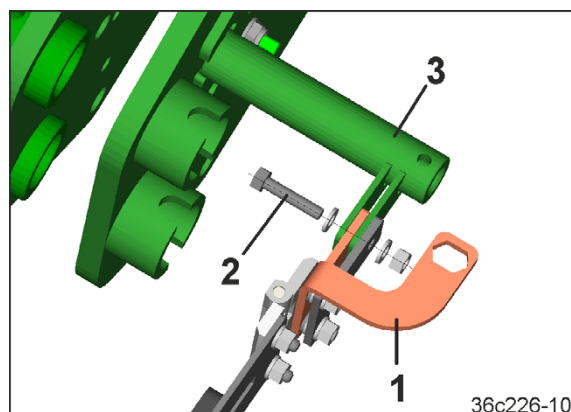

Fig. 115
5. Visser le tronçon (Fig. 115/1) au logement (Fig. 115/3) avec une vis à tête hexagonale (Fig. 115/2).